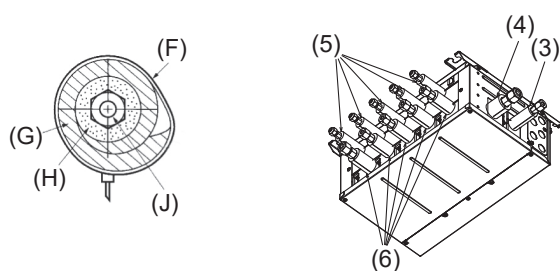
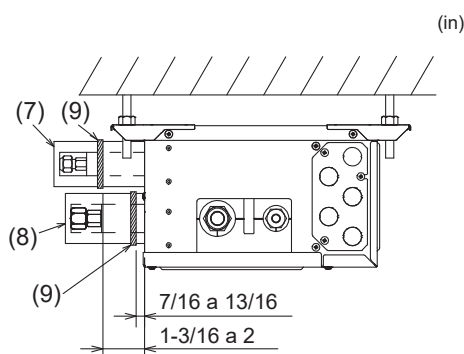

Fig. 7-3
Fig. 7-4
- Aísle los tubos de líquido y de gas de la Caja de derivación aplicando alrededor de ellos espuma de polietileno resistente al calor. (Fig. 7-3)
- 5) Presione las cubiertas de los tubos (3) y (5) de la tubería de líquido contra la unidad y envuélvala para que se fije. (Fig. 7-3)
- 6) Presione las cubiertas de los tubos (4) y (6) de la tubería de gas contra la unidad y envuélvala para que se fije. (Fig. 7-3)
- 7) Aplique las cintas suministradas (9) en una posición de 7/16-13/16 in (10-20 mm) de cada extremo de las cubiertas de los tubos ((3)(4)(5)(6)).
- 8) Si la unidad interior no está conectada, ajuste las cubiertas de los tubos que se suministran (con las tapas, (7) y (8)) en las conexiones de los tubos de refrigerante de la Caja de derivación contra la unidad para evitar el goteo de condensación de los tubos. (Fig. 7-4)
- 9) Fije las cubiertas de los tubos ((7)(8)) con las cintas (9) suministradas.
7.2. Manejo de los puertos que no están conectados a la unidad exterior (Fig. 7-4)